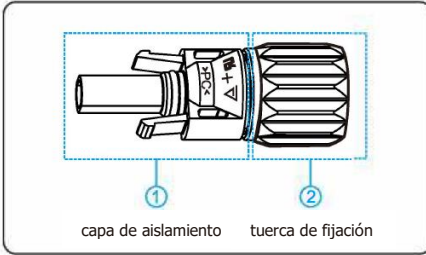
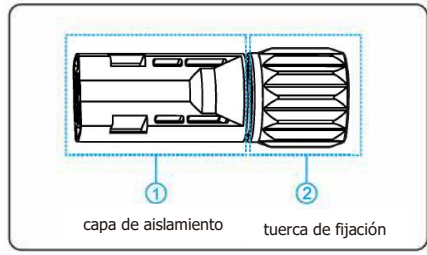

Figura 5.9 Composición de los conectores positivos
Figura 5.10 Composición de los conectores negativos
- c. Conectores de cadenas fotovoltaicas: Se utilizan conectores de alimentación de CC positivos y negativos, tal como se muestra en la figura 5.9 y en la figura 5.10.